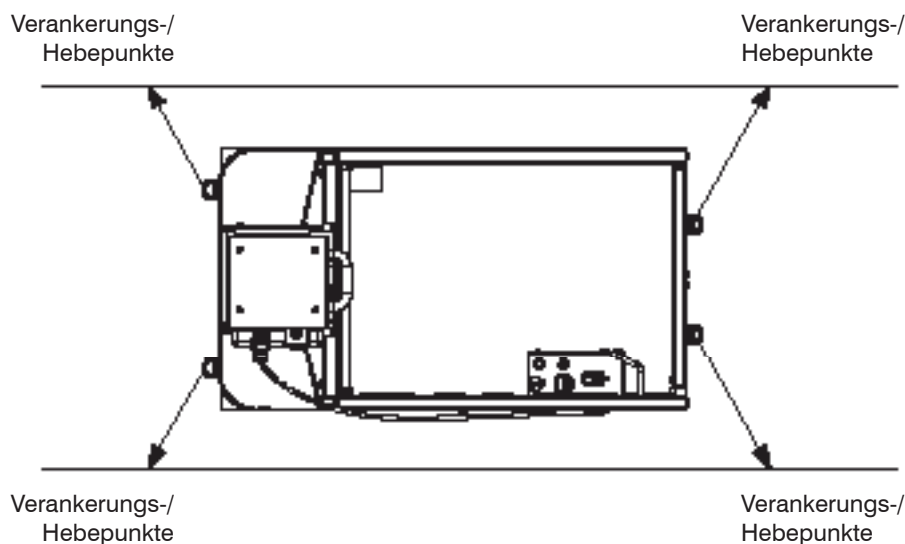

Abbildung 3-8. Verankerungs-/Hebepunkte
Für den Transport muss die Arbeitsbühne sicher auf dem Lastwagen oder Anhänger befestigt werden. Verankerungen sind, wie in Abbildung 3-8 dargestellt, verfügbar.
- Die Hebevorrichtung muss an allen vier Hebepunkten, wie in Abbildung 3-8 dargestellt, befestigt werden.